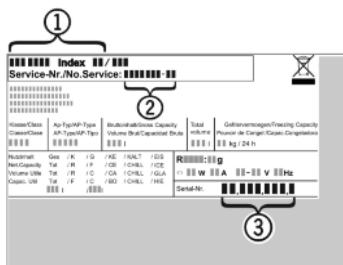

Fig. 7
- Z typového štítku odčítajte označenie zariadenia Fig. 7 (1), servisné č. Fig. 7 (2) a sériové č. Fig. 7 (3). Typový štítek je na ľavej vnútorej strane zariadenia.
- Upovedomte zákaznícky servis a oznámte chybu, označenie zariadenia Fig. 7 (1), servisné č. Fig. 7 (2) a sériové č. Fig. 7 (3).